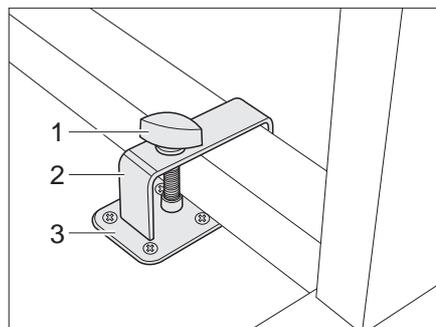
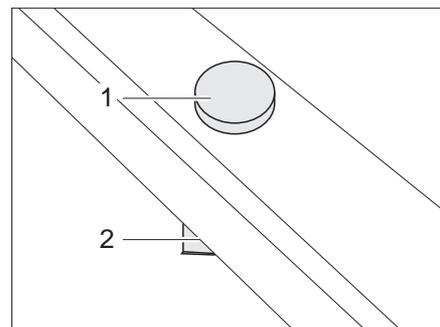

Fig. 55 Dispositif de blocage table pivotante à monture métallique
Fig. 56 Dispositif de blocage table pivotante à monture en plastique
- Placer la table pivotante près du support (Fig. 55,3) ou sur celui-ci (Fig. 56,2).
- Placer l'étrier (Fig. 55,2) avec la vis de fixation (Fig. 55,1) par-dessus le pied de table.
- Pousser l'étrier et, le cas échéant, la table pivotante de telle sorte que la vis de fixation (Fig. 55,1 ou Fig. 56,1) puisse être vissée dans le support (Fig. 55,3 ou Fig. 56,2).